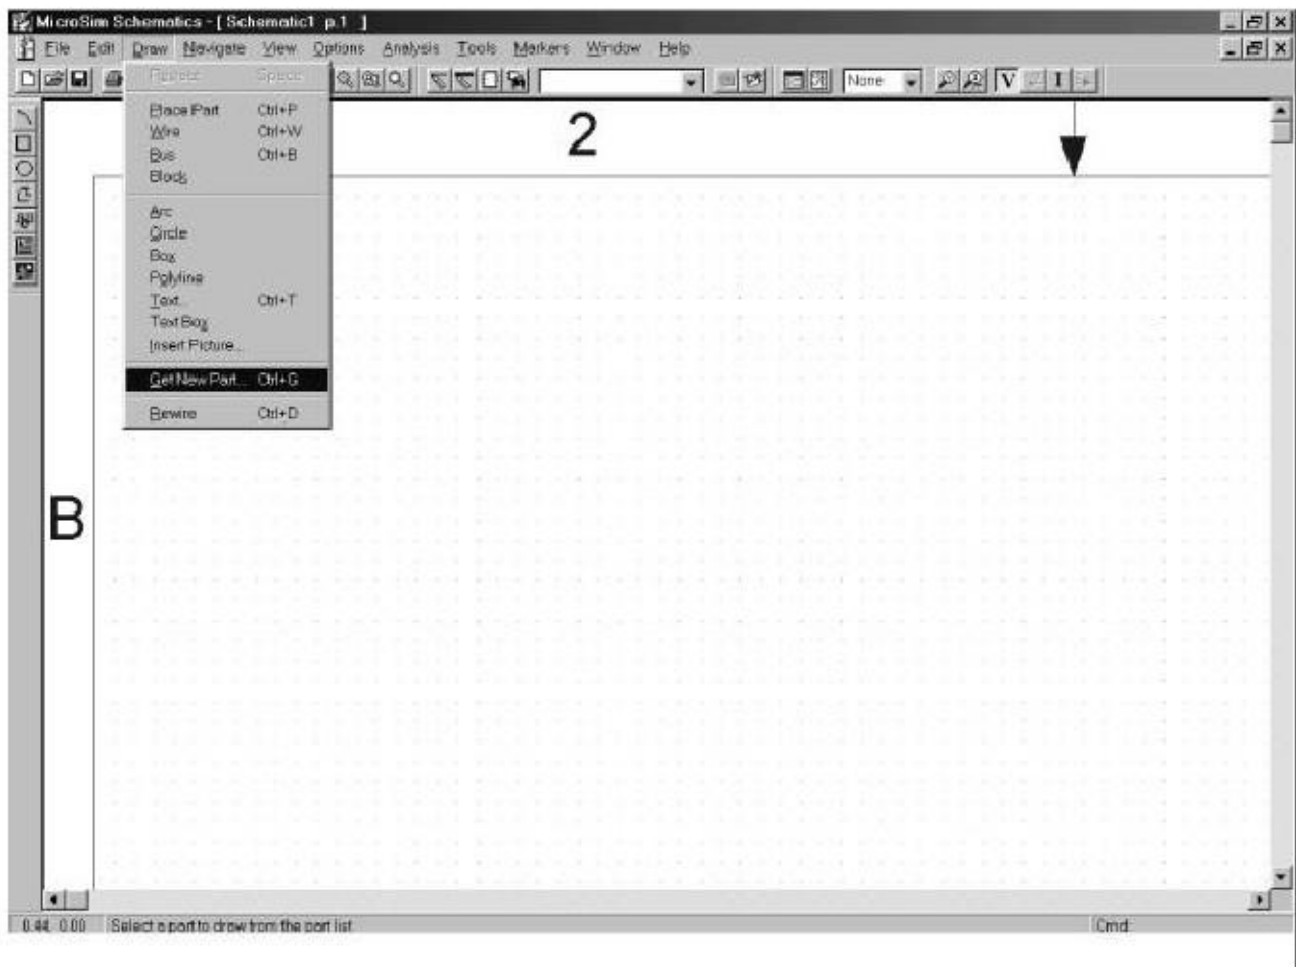

Figura 2
- Desde el menú “Draw”, seleccionamos Get New Part (Figura 2), para visualizar la caja de diálogos Part Browser, o bien a partir del icono correspondiente de la barra de herramientas.